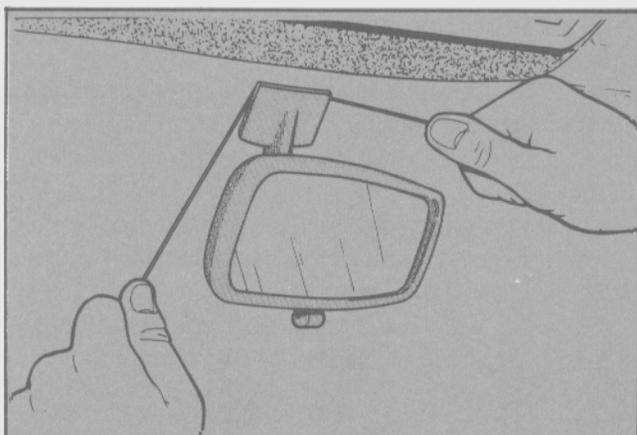

Fig. 59 - Corte del adhesivo.
- Utilizando un hilo de nylon de diámetro pequeño, cortar la unión adhesiva entre el espejo y la base (Fig. 59).